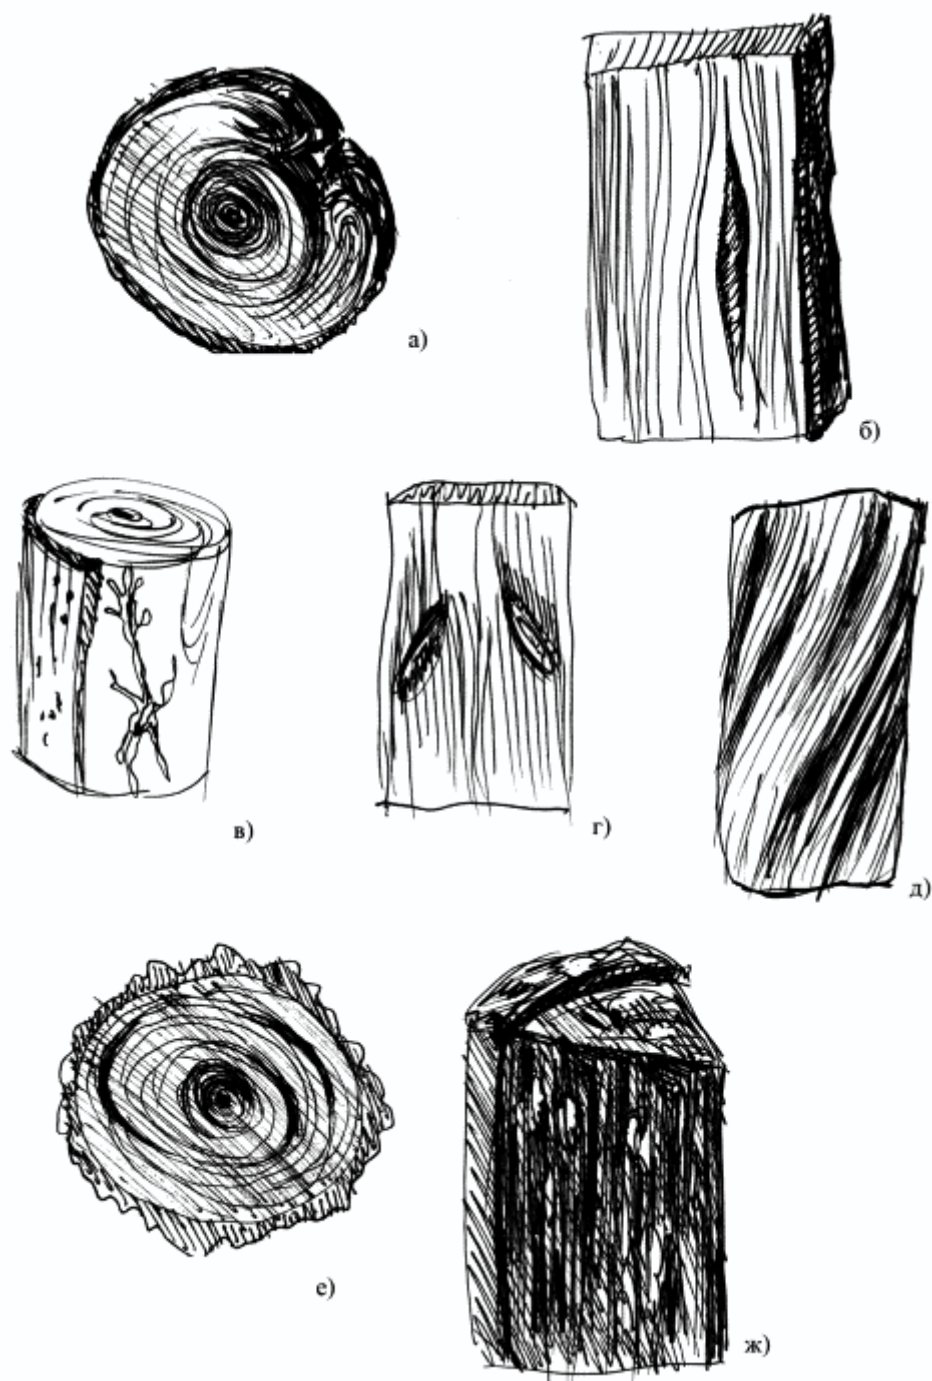

Рис. 2. Пороки строения древесины: а – прорость; б – кармашки; в – червоточина; г – сучки; д – косослой; е – свилеватость; ж – гнили
**Пороками древесины** называют любые отклонения от нормы в строении ствола, все нарушения физического состояния, т.е. все то, что снижает качество и свойства древесины как материала (рис. 2).